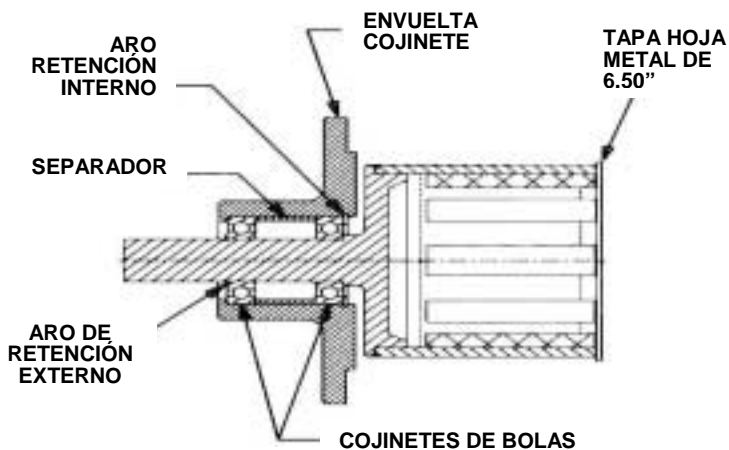

FIGURA 12
1. Ver Figura 12 para identificar la pieza. Cubra la parte abierta del magnetismo exterior con un trozo de hoja de metal o cartón. Esto mantendrá alejado cualquier material extraño de la zona de magnetismo. Ponga el ensamble cara abajo con el eje apuntando hacia arriba y retire las perillas manuales.